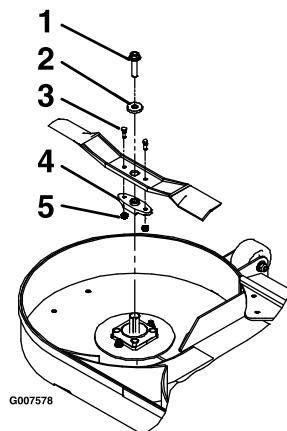

Figura 66
3. Retire la cuchilla, la arandela y el perno que sujetan la cuchilla y el impulsor de la cuchilla (Figura 66).
4. Retire el impulsor de la cuchilla de la cuchilla existente (Figura 66).
- Instale el impulsor de la cuchilla en las cuchillas nuevas con los pernos de cizallamiento y las contratuerzas (Figura 66).
- Instale la cuchilla, la arandela y el perno de la cuchilla en el eje (Figura 66).